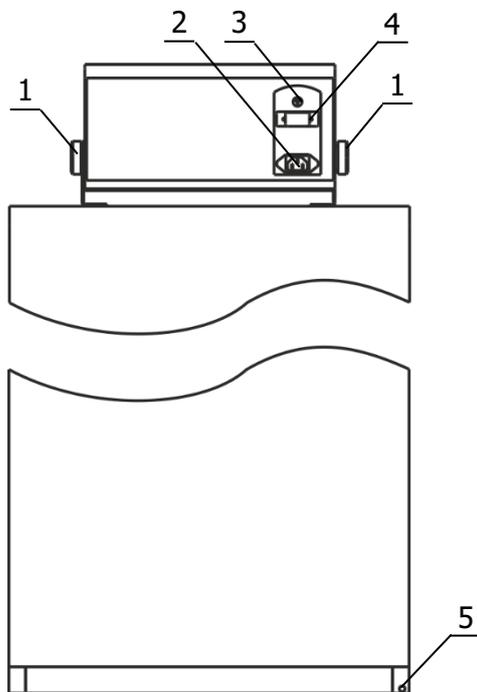

Рисунок 3 — Задняя панель термостата
2.2.3 При установке термостата в помещении с синтетическим напольным покрытием необходимо соединить медным проводом болт 5, находящийся в основании термостата (рисунок 3), с контуром заземления лабораторного помещения.